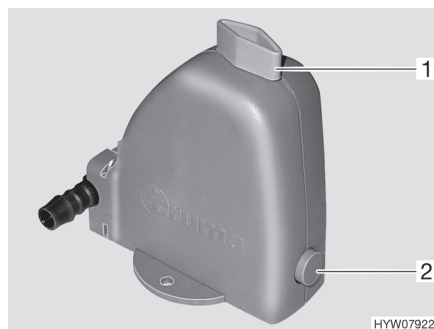

Fig. 60 Valvola di sicurezza/di scarico
Il riscaldamento è dotato di una valvola di sicurezza/di scarico (Fig. 60). La valvola di sicurezza/di scarico impedisce che l'acqua per la preparazione dell'acqua calda congeli in presenza di basse temperature esterne, quando il riscaldamento non è acceso.
- Chiudere la valvola di sicurezza/di scarico. A tal fine ruotare la manopola (Fig. 60,1) verticalmente rispetto alla valvola di sicurezza/di scarico e premere verso l'interno il bottone automatico (Fig. 60,2).
- Aprire la valvola di sicurezza/di scarico. A tal fine ruotare la manopola (Fig. 60,1) nel senso della lunghezza della valvola di sicurezza/di scarico. Il bottone automatico (Fig. 60,2) scatta all'infuori. Il serbatoio dell'acqua sanitaria viene svuotato verso l'esterno tramite la valvola di sicurezza/di scarico.